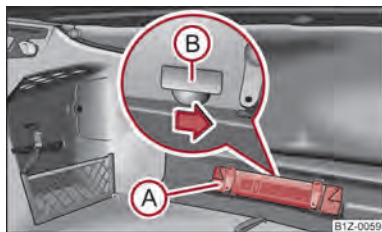

Fig. 16 Descuiera de urgență a capotei portbagajului
- Scoateți triunghiul reflectorizant (A) ⇒ fig. 16.
- Apăsați maneta de deblocare în sensul indicat de săgeată, pentru a descuia capota portbagajului. Maneta se găsește sub capacul (B).